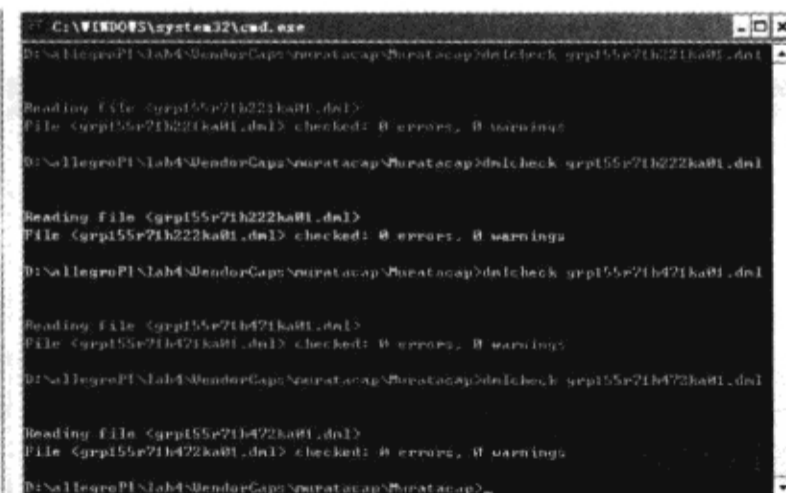

图 10-6-43 进行 dml 语法检测
(4) 对 Murata dml 文件进行手工 dmlcheck 检查, 在 DOS 命令提示符窗口中输入如下的命令: “for %f in (\*.dml) do dmlcheck %f”, 在窗口中会显示语法检查的结果, 如图 10-6-43 所示。